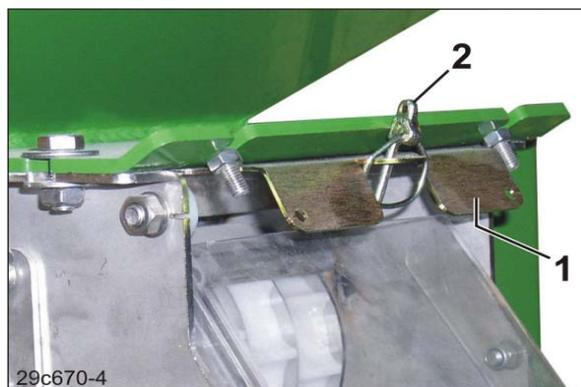

図 175
- 5.1 リンチピン (図 175/2)
を取り外します。リンチピンは作業中にスライダ (図 175/1)